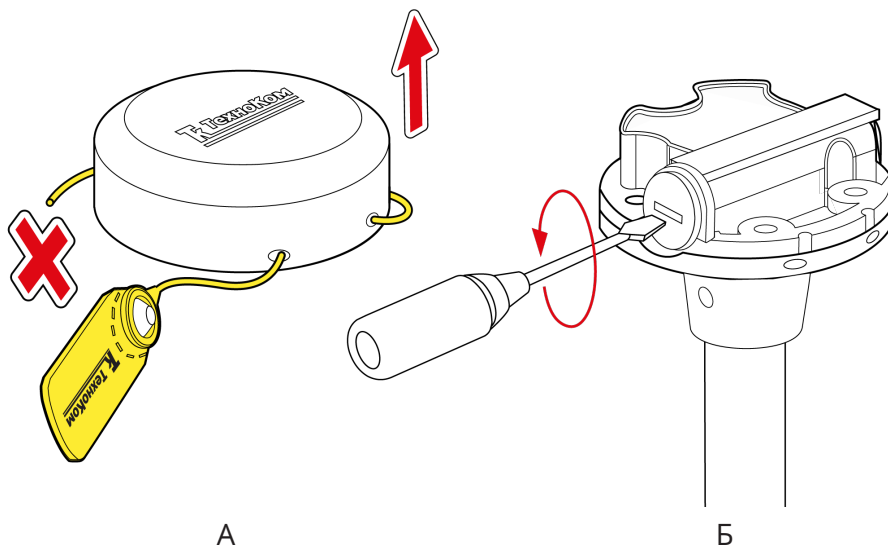

Рис.27. Подготовка к замене батареи.
1. Удалить пластиковую пломбу ФАСТ 330 и снять защитную крышку с корпуса датчика (**Рис.27, А**).
2. Отверткой с шириной шлица 6 мм открутить резьбовую заглушку из корпуса датчика и аккуратно извлечь батарею. Чтобы облегчить извлечение следует слегка наклонить резьбовую заглушку и таким образом зацепить батарею (**Рис.27, Б**).